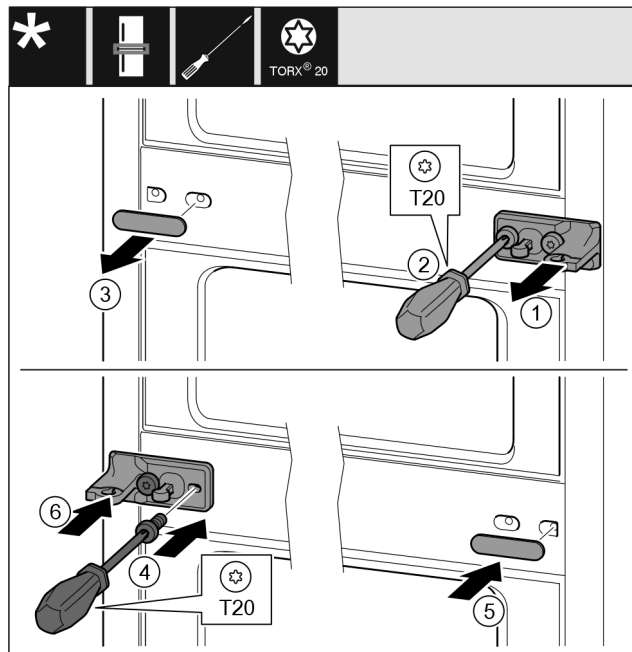

Fig. 14
- Sfilare la rondella Fig. 14 (1).
- Estrarre le viti Fig. 14 (2) con un cacciavite.
- Estrarre la copertura Fig. 14 (3) con cautela.
- Stringere bene il blocco di supporto con pellicola Fig. 14 (4) ruotato di 180° sull'altro lato.
- Applicare la copertura Fig. 14 (5) ruotata di 180° sull'altro lato.
- Infilare la rondella Fig. 14 (6) dal davanti.